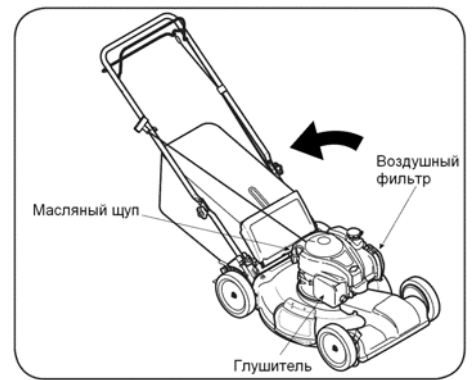

Рис. 17
3. Извлеките масляный заливки масла и слейте масло в емкость, наклонив двигатель в направлении масло заливной горловины масла. См. Рисунок 17.